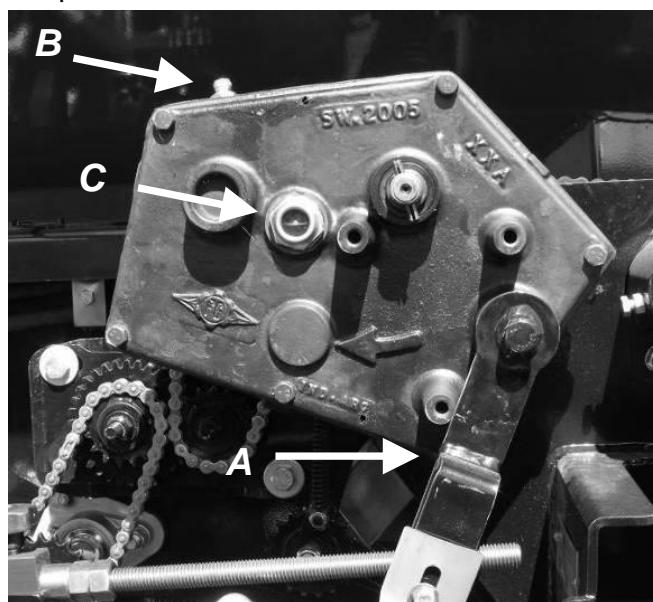

Figure 23
- ☞ La transmission variable [Figure 23] qui entraîne le système de distribution utilise de l'huile trans-hydraulique claire . Contenance : 1.75 litres.
Pour vidanger l'huile, enlevez le bouchon de vidange [figure 23, A] au bas du carter de la transmission. Pour faciliter l'écoulement, enlevez le bouchon de remplissage [figure 23, B]. Réinstallez le bouchon de vidange, puis remplissez la transmission avec de l'huile trans-hydraulique claire jusqu'au niveau recommandé. Une fenêtre indique le niveau d'huile à froid [figure 23, C] . Vérifiez le niveau d'huile à tous les jours, remplir au besoin.